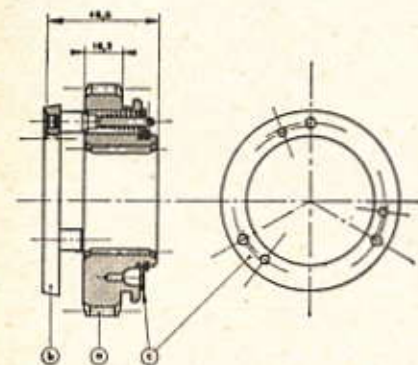

Fig. 54. — Synchroniseur de première.
- synchroniseur de 1^{re} assemblé n° P.D. 2343.04 comprenant : le baladeur de 1^{re} et marche AR n° P.D. 2344.15, l'anneau synchroniseur n° P.D. 2345.02, la rondelle de centrage de l'anneau n° P.D. 2346.05 (fig. 54),